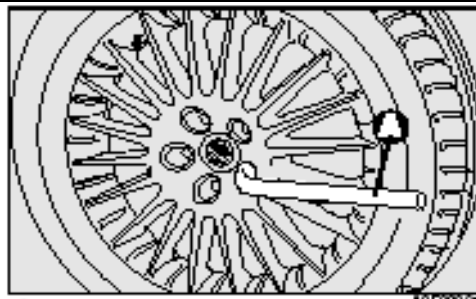

рис.5
- С помощью ключа **Е – рис.5**, входящего в комплект инструментов, ослабьте примерно на один оборот болты крепления колеса, подлежащего замене; для автомобилей, оснащенных дисками из легкого сплава, потрясите автомобиль, чтобы облегчить отсоединение диска от ступицы колеса;